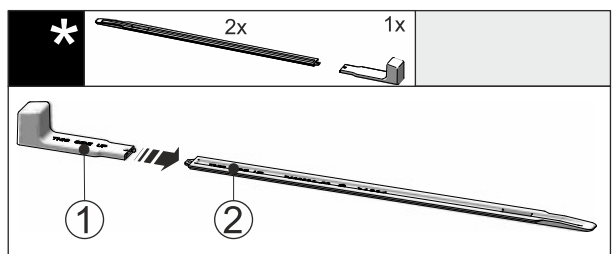

Fig. 45
- ▶ Steek de montagegreep Fig. 45 (1) op de nivelleerrail Fig. 45 (2).